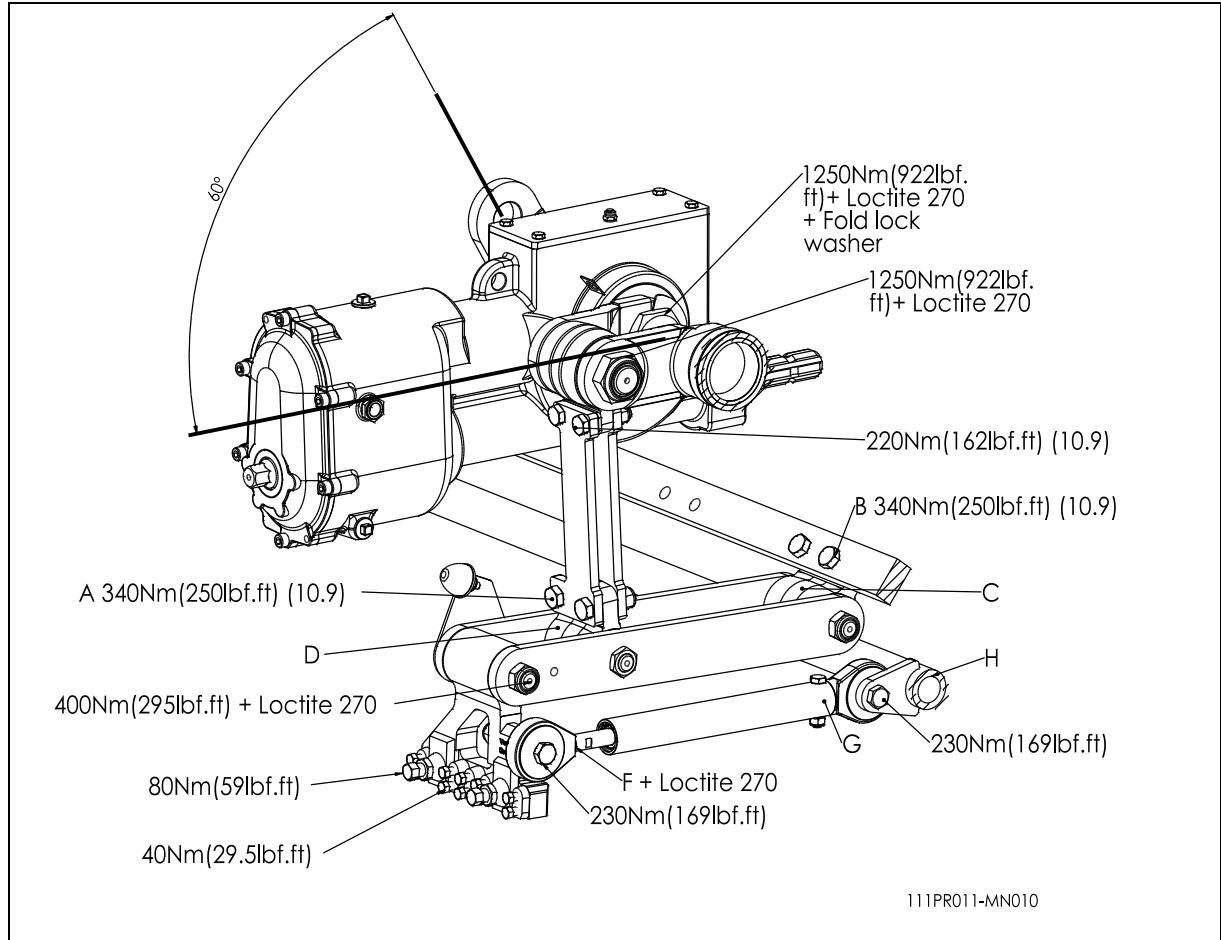

Fig. 8
En fig. 8., se indican los valores de par de los pernos/tuercas más importantes. Para los que no se menciona el valor del par, asegúrese de que están apretados como se apretaría un perno/tuerca de tamaño similar. Si los pernos/tuercas se aflojan durante el trabajo, se puede aplicar loctite.
6. Después de sustituir la manivela y/o chumacera, sustituya las partes en la misma secuencia en que las quitó. Utilice loctite donde se indique en fig.8.
En el caso de que un elemento ya no esté en línea con el contiguo, se debe corregir la alineación como se indica a continuación (véase fig.8.):